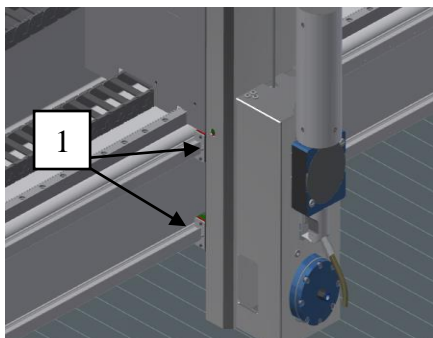

Abb.60: Schmiernippel Y-Achse
2. Schutzkappen von Schmiernippeln der Y-Achse entfernen (Abb. 60 /1), falls vorhanden.